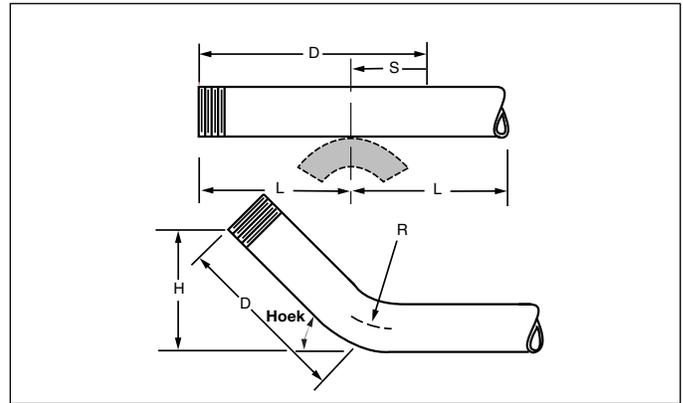

Abbildung 6
- In tabel 2 zoekt u de diagonale afstand (D) die overeenkomt met de gewenste omhoogbuig-afmeting (H). Markeer de afstand (D) vanaf het uiteinde van een rechte pijplengte.
- Zoek de pijpmaat in tabel 3 om de terugbuig-afmeting (S) te verkrijgen onder de gewenste buig hoek.
- Markeer de afmeting (S) op de pijp, zoals in afbeelding 6 staat geïllustreerd.
Markering (B) kan niet dicht bij de uiteinden van de pijp liggen dan afstand (L), anders worden de uiteinden niet op de draaischoenen ondersteund (zie afbeelding 6, voorbeeld 3 en de "L"-vereisten-tabel 5).